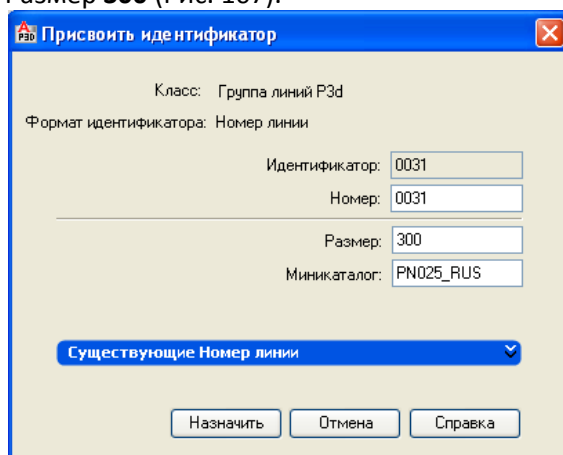

Рис. 107
- В появившемся диалоговом окне **Присвоить идентификатор** введите номер **0031** и Размер **300** (Рис. 107).